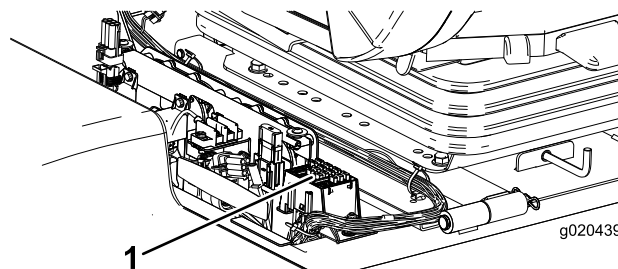

Figura 9
3. Disponete il cablaggio elettrico sotto il trattorino inserendolo nella centralina (Figura 9).